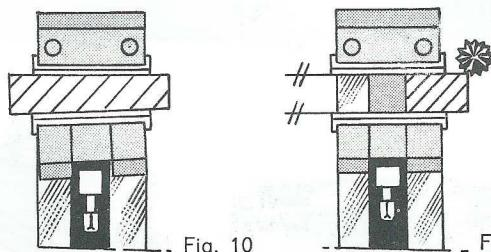

Fig. 10
- l'une, à mors oscillant pour le serrage de pièces quelconques ; fig. 10.